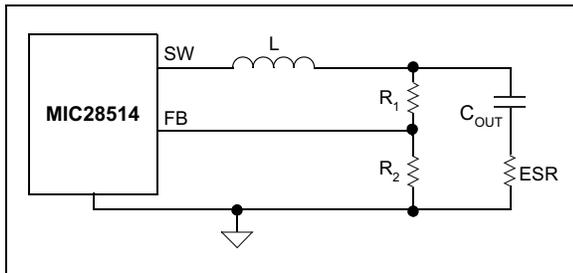

图 5-2: FB处的纹波充足
1. 输出电容（图5-2）的ESR较大，反馈电压的纹波充足。转换器稳定，无需注入任何纹波。